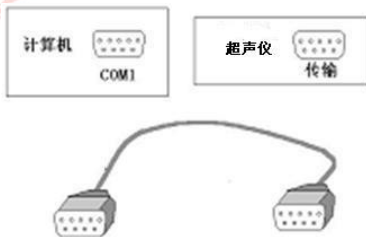

图 8.15 接线方式示意
- A) 进行文件传输之前需要按图 8.15 用我们提供的专用串口线将计算机与超声仪连接起来。需要注意连接计算机端的串口的串口号，根据实际情况在超声仪文件目录框中进行设置。